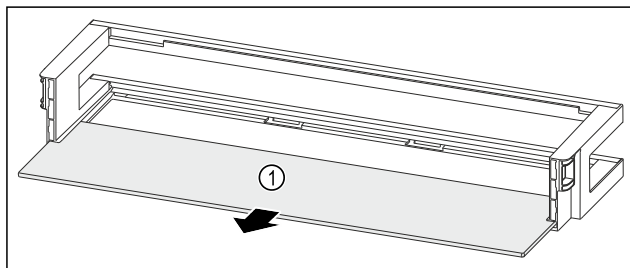

Fig. 89 Рафт на врата с рафт
- ▶ Свалете рафта Fig. 89 (1).